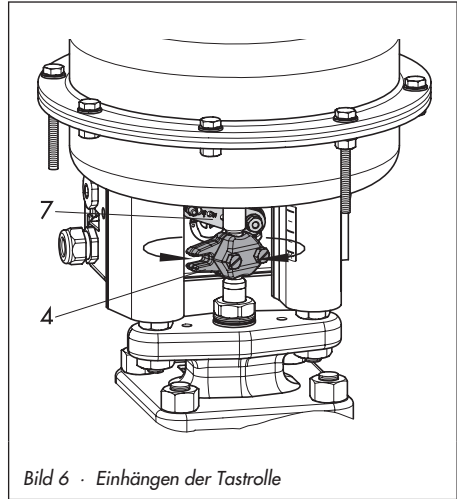

Bild 6 · Einhängen der Tastrolle
- 4 Hebel (Bild 6, Pos. 7) gegen die Federkraft nach unten ziehen und die Kupplungsschellen drehen, dass die Tastrolle des Hebel von der Kupplungsschelle mit Hubabgriff (4) geführt wird.